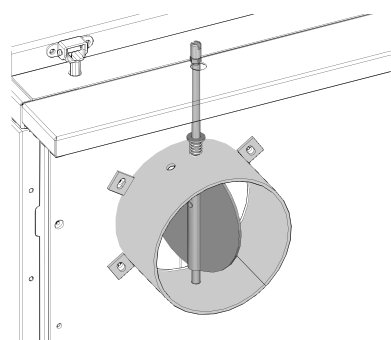

Fig. 5 Farfalla aperta
- all'accensione deve essere sempre in posizione aperta – Fig. 5.
L'intaglio sulla manopola di comando della valvola a farfalla indica la posizione della stessa. Posizione dell'intaglio = posizione della valvola a farfalla. Quando accendete la caldaia aprite completamente la farfalla – Fig. 5. Ogni 14 giorni ruotate completamente la farfalla, in questo modo eviterete la formazione di depositi di fuliggine.